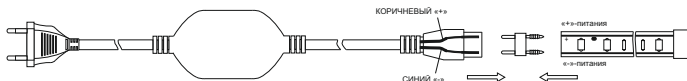

Рисунок 3
3.2.2 Подключение LED ИПСН 700 Вт 220 В 12 мм MONO IP65, Драйвер LED ИПСН 700Вт 220В 16 мм MONO IP65 производить следующим образом (рисунок 3):